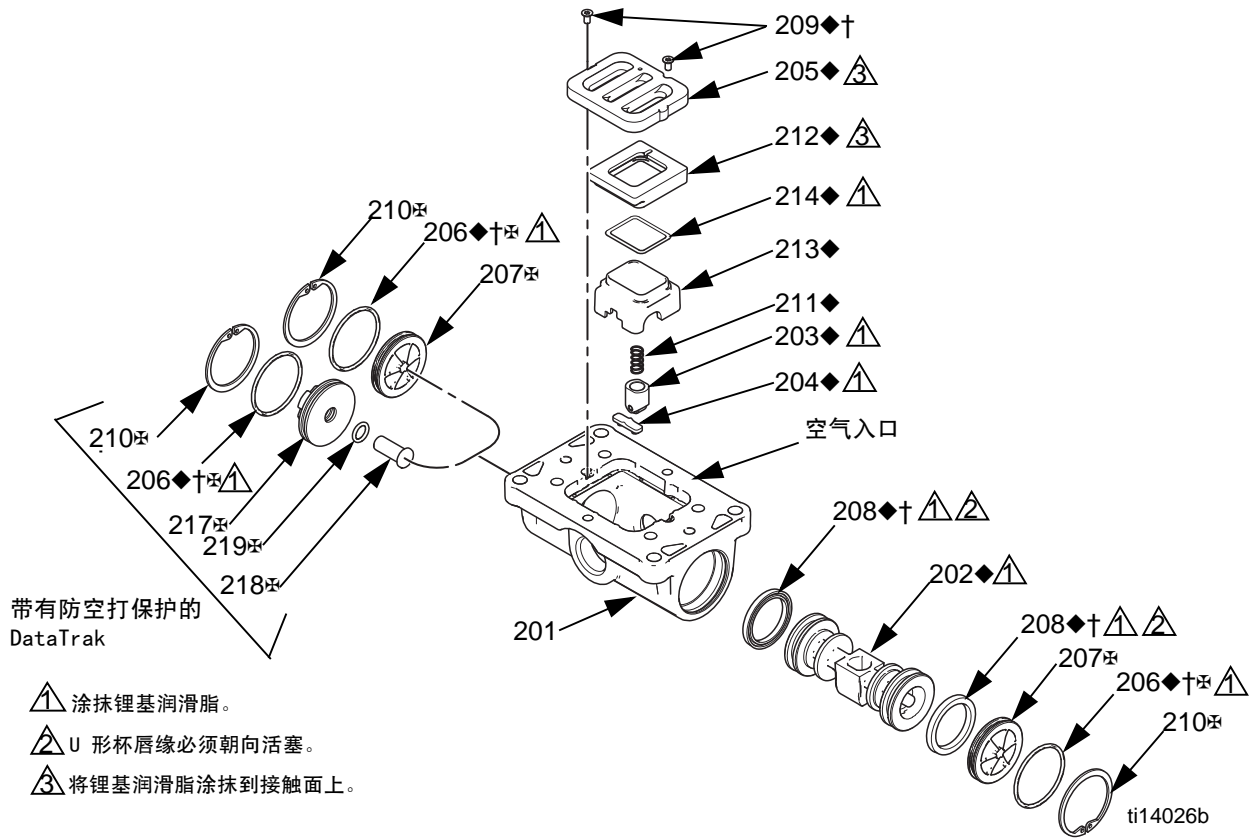

图 4. 空气阀组件
- 参见图 4。使用六角螺丝扳手（T8 用于铝质中心，T9 用于塑料中心），卸下两个螺丝（209）。卸下阀板（205）、阀杯组件（212-214）、弹簧（211）和制动组件（203）。
- 参见图 4。从空气阀两端卸下扣环（210）。用活塞（202）将端盖（207、217）从两端推出。卸下端盖 O 形圈（206）。如果泵组件配有防空打保护电磁阀，则也卸下电磁阀释放按钮（218）和 O 型圈（219）。